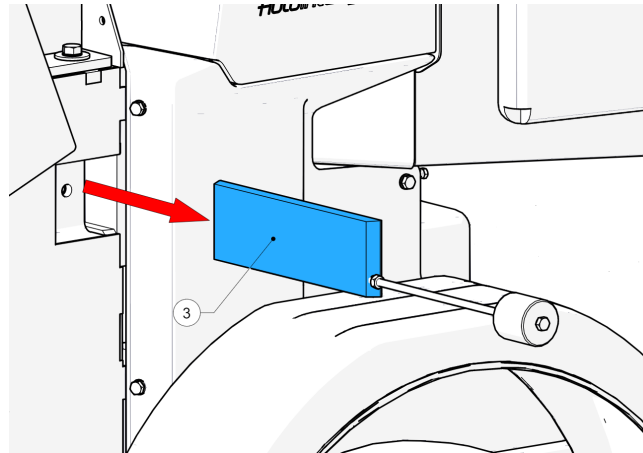

Abbildung 63 - Amboss entfernen
10. Ziehen Sie den Amboss (3, Abbildung 63) mit dem Gleithammer durch die Seite der Häckselkammer heraus.